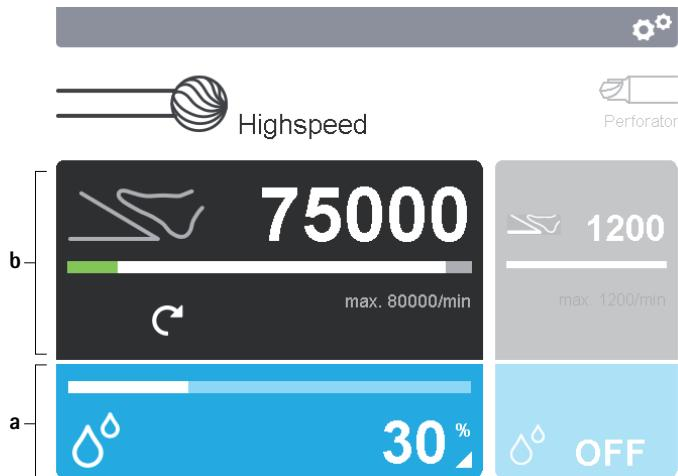

Рис. 5 Включение панелей управления
- ▶ Изменение параметров настройки рабочего элемента: Включить панель управления рабочим элементом **a** на дисплее 2, см. Рис. 5.